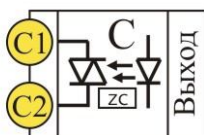

рис.1.2
- симисторные (обозначение **C**, рис.1.2)
Симисторные выходы приборов Термодат реализованы на симисторах NXP ВТА208-800В [3]. Для обеспечения гальванической развязки симисторного выхода от схемы прибора используется оптосимистор COSMO3083 [4] или аналогичный со встроенным определителем нуля. Обозначение симисторного выхода на этикетке прибора приведено на рис.1.2. Исходя из характеристик применяемого симистора были определены рекомендуемые эксплуатационные параметры симисторных выходов приборов Термодат: